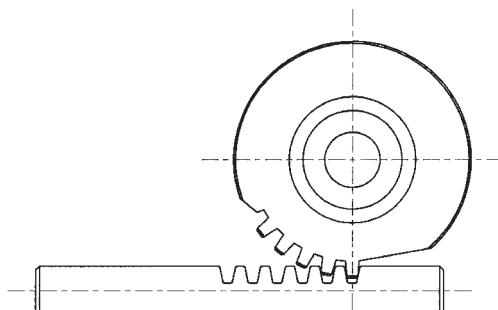

Fig. 2
3. To replace the torsion spring, place the new one in its position and the pignon as per indications in fig. 2. Introduce the assembly axe-pedal.
3. Para sustituir el muelle de torsión, coloque el nuevo en su posición y el piñón según se indica en fig. 2. Introduzca el conjunto eje-pedal.
2. Extraire le ressort de torsion, mettre le nouveau ressort en position et le pignon selon les indications de la fig. 2. Introduire l'ensemble axe-pedale.
3. Um die Torsionsfeder zu ersetzen, montieren und positionieren Sie die neue Feder und das Ritzel im Verhältnis zum Kolben entsprechend Abb. 2. Montieren Sie die Pedalwelle.